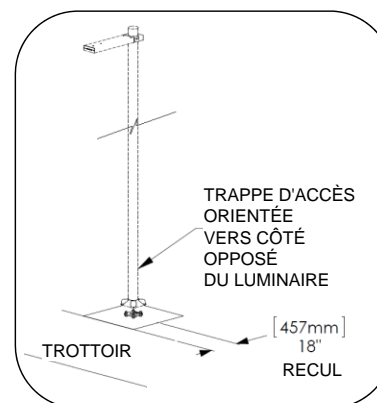

Fig. 1 – Orientation du pôle
1. Lever le pôle d'éclairage en position sur les ancres installées (voir le guide d'installation du nécessaire d'ancrage Rama) tel qu'illustré sur la Fig. 1. S'assurer que la plaque de base repose sur les quatre rondelles.